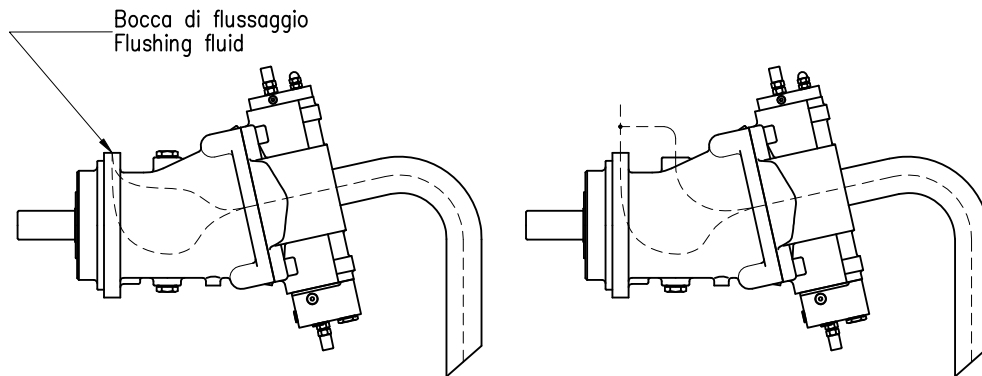

Figura 4 - Flussaggio cuscinetti / Figure 4 - Bearings flushing
Nel caso di installazione con l'albero rivolto verso l'alto dei motori e delle pompe a pistoni assiali per circuito aperto a corpo inclinato o nel caso di elevate temperature del fluido di lavoro in serbatoio ( $>50^\circ$ ) o di lunghi periodi di funzionamento a pressioni elevate ( $>250$  bar) si raccomanda di flussare i cuscinetti dell'unità a pistoni con olio ad una temperatura  $\leq$  di quella del serbatoio. Il flussaggio dovrà avvenire attraverso l'apposita bocca R (Figura 4).
**Attenzione:** le pompe H1V con comando a pressione costante (PC, CR, PI+PC etc.) devono essere obbligatoriamente flussate nel caso di funzionamento in annullamento per un tempo superiore ai 5 min ed una pressione superiore ai 250 bar. In questo caso si consiglia di utilizzare per il flussaggio sia la bocca R che la bocca S1 o S2 (Figura 4).